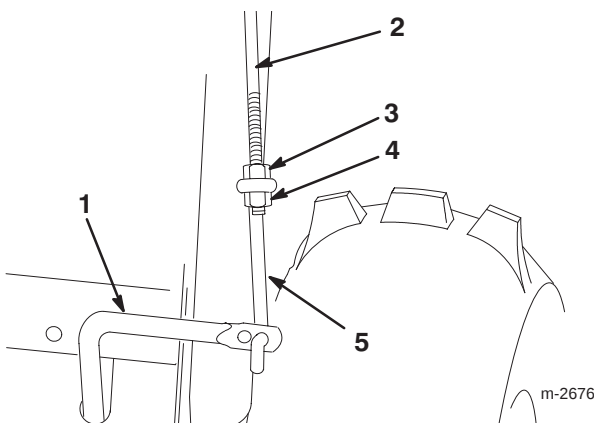

Figura 12
2. Infilate il tirante inferiore nel foro esterno dell'asta di comando inferiore, come riportato nella Figura 12.